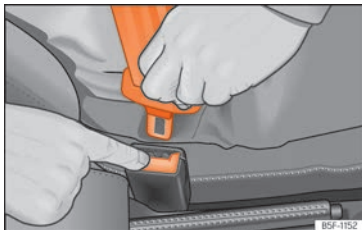

Fig. 10 Relâcher la languette du boîtier de verrouillage la fermeture de la ceinture.
- Appuyez sur la touche rouge du boîtier de verrouillage »» fig. 10. Le pêne sera expulsé du boîtier de verrouillage.